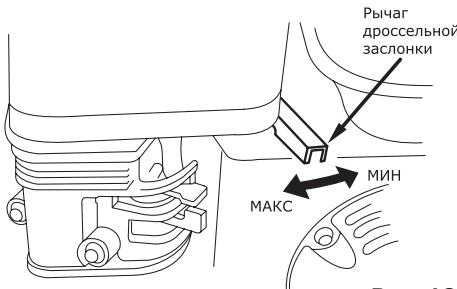

Рис. 10
- Поставьте рычаг дроссельной заслонки на 1/3 хода в сторону положения «МАКС» (рис. 10).
По мере прогрева двигателя постепенно передвигайте рычаг воздушной заслонки в положение «Открыто». Число оборотов двигателя и соответственно производительность двигателя регулируются изменением положения рычага дроссельной заслонки (рис. 10).